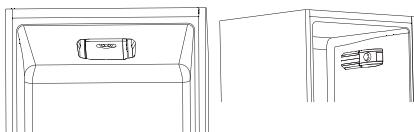

Fig.4
- De thermostaat ter controle van het toestel binnenvoordeel bevindt zich in het koelgedeelte (fig.4). Draai de thermostaatknop van de thermostaat om boven "0" te zetten. Het lampje brandt wanneer de deur van de koelkast open is.